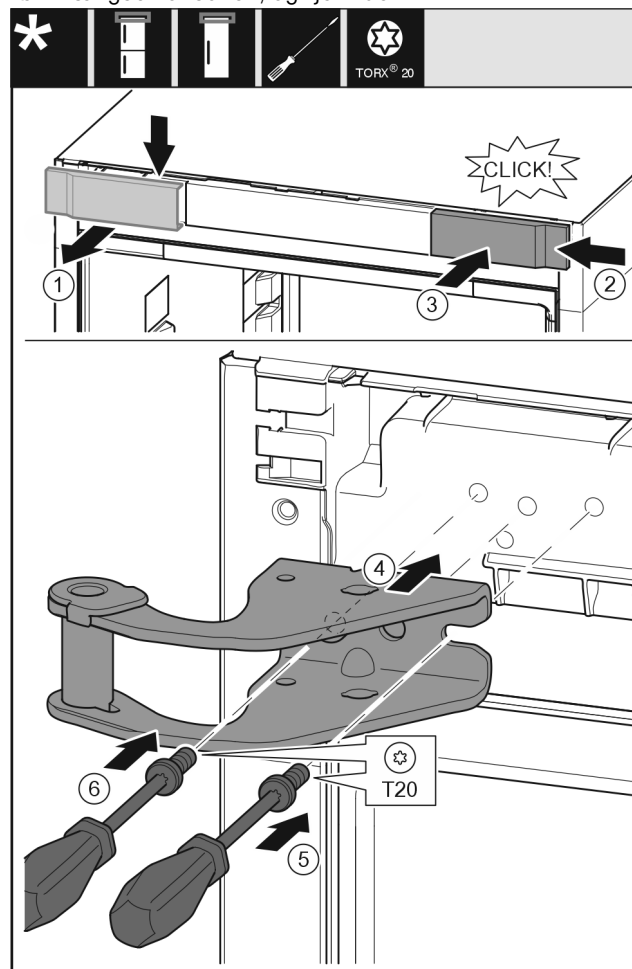

Fig. 8
- ▶ Tag afdækningen af opefter. Fig. 8 (1)
- ▶ Drej afdækningen 180°, og anbring på plads i den anden side fra højre. Fig. 8 (2)
- ▶ Sørg for, at afdækningen går i indgreb. Fig. 8 (3)
- ▶ Anbring den øverste hængselkonsol. Fig. 8 (4)
- ▶ Sæt skruen i med skruetrækkeren T20, og stram den. Fig. 8 (5)
- ▶ Sæt skruen i med skruetrækkeren T20, og stram den. Fig. 8 (6)